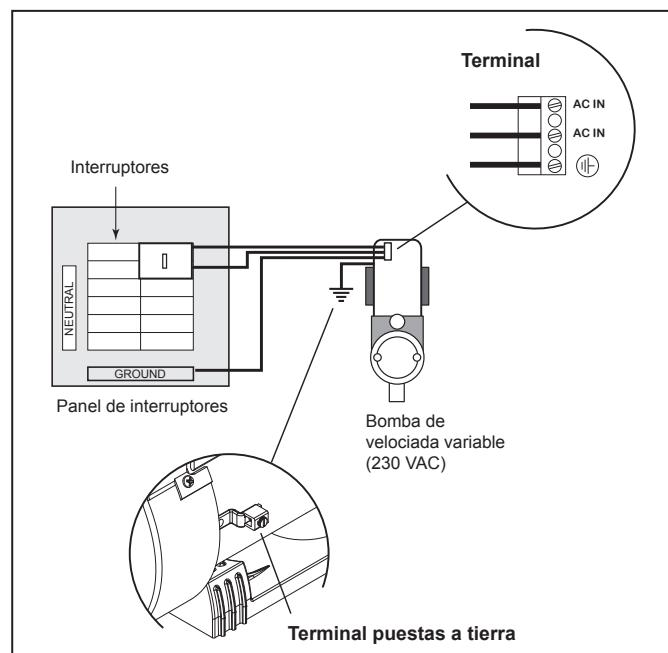

Figura 8. Unión del motor
- Unir el motor utilizando el terminal de externo provisto. Véase Figura 8.